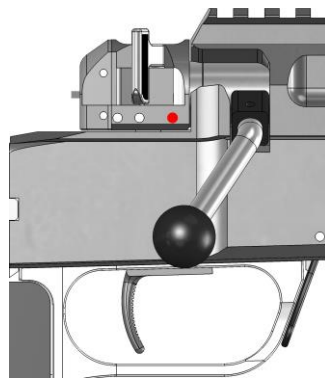

Bild 6
**Sicherung Mitte = „Sicher“ zum Entladen (Bild 6)**